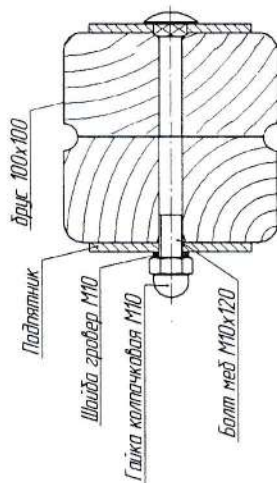

Рисунок 3- Крепление подпятника к столбу.
- а) Установить и закрепить подпятники болтом М10х120 с колпачковой гайкой и шайбой (рисунок 3) Подпятники располагать на столбах в шахматном порядке, для исключения одностороннего раскачивания.